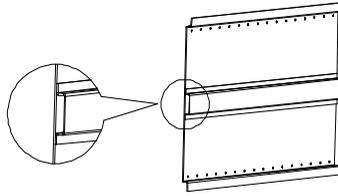

图 4-4 背板背面焊接横向加强梁
- ◇ 必要时需做背板加强，建议在背板的背面焊接横向加强梁（如图 4-4 所示）。这可以显著提高背板的承载能力，增加整体结构的稳定性。